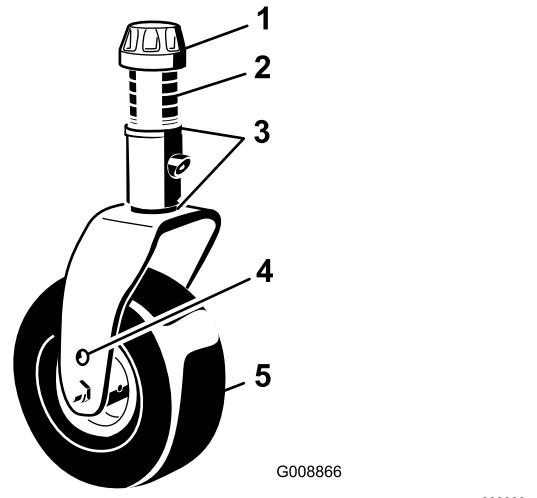
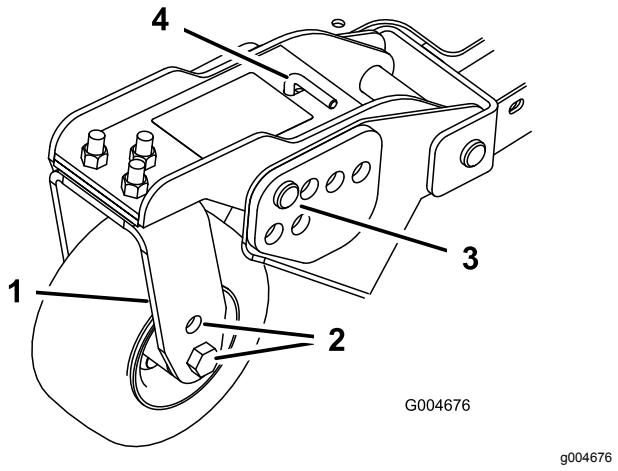
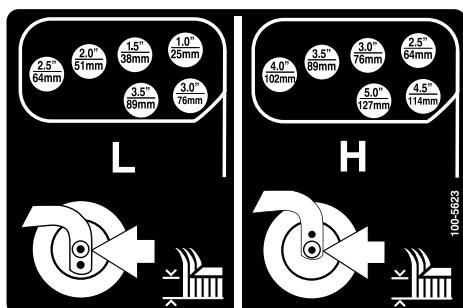

Figura 19
Figura 21
Figura 22
1. Coloque os eixos da roda giratória nos mesmos orifícios em todas as forquilhas da roda giratória (Figura 19 e Figura 21).
2. Retire a tampa de tensionamento do eixo roscado e desloque o fuso para fora do braço da roda giratória (Figura 19).
- Retire o contrapino tipo grampo e os pinos de segurança dos braços articulados da roda giratória (Figura 21).
- Rode a barra tensora para levantar ou descer o braço articulado, até os orifícios se encontrarem alinhados com os orifícios da altura de corte desejados, na estrutura da plataforma do cortador (Figura 21 e Figura 22).